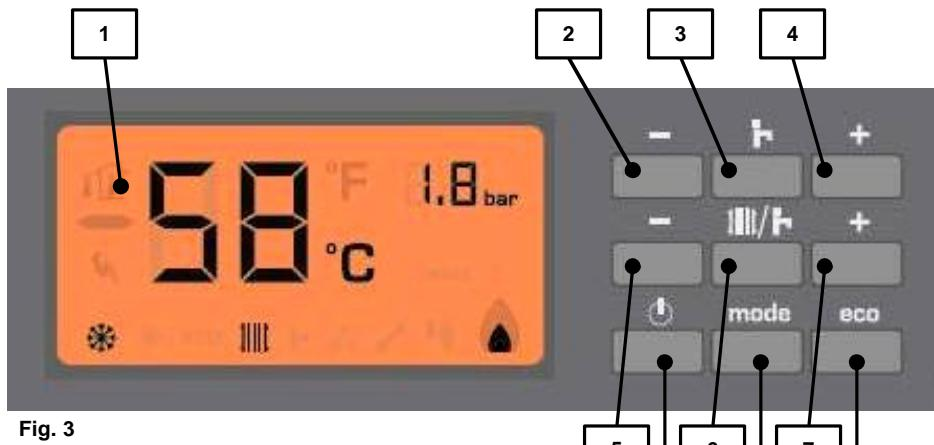

Fig. 3
Tramite i pulsanti "modalità estate" e "modalità inverno" (vedere pulsanti 3 e 6 di Fig. 3), è possibile selezionare il tipo di funzionamento della caldaia.
Tenendo premuto questo pulsante per qualche secondo, è possibile attivare e disattivare la modalità ECO. In questa modalità di funzionamento, la caldaia produrrà acqua calda sanitaria a 47°C, indipendentemente dal valore precedentemente impostato (pulsanti 2 e 4 di Fig. 3).
Il pulsante **ON/OFF/RESET** (pulsante 8 di fig. 3) deve essere premuto per 1-2 secondi per accendere l'apparecchio.
- pulsante 3 (vedere fig. 3) per la modalità estate (solo sanitario)
- pulsante 6 (vedere fig. 3) per la modalità inverno (sanitario e riscaldamento)